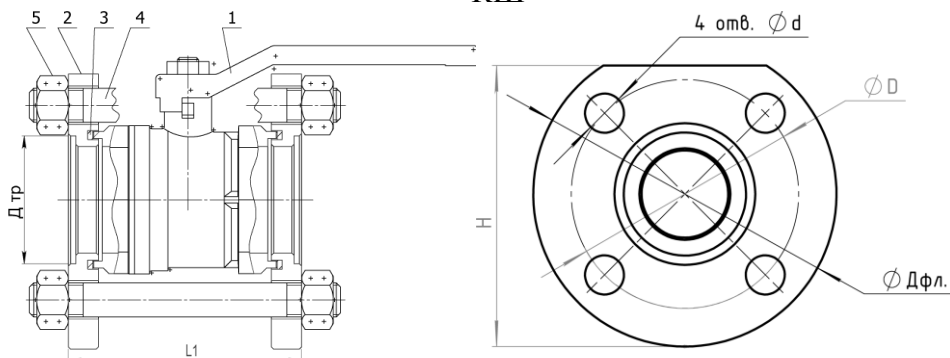
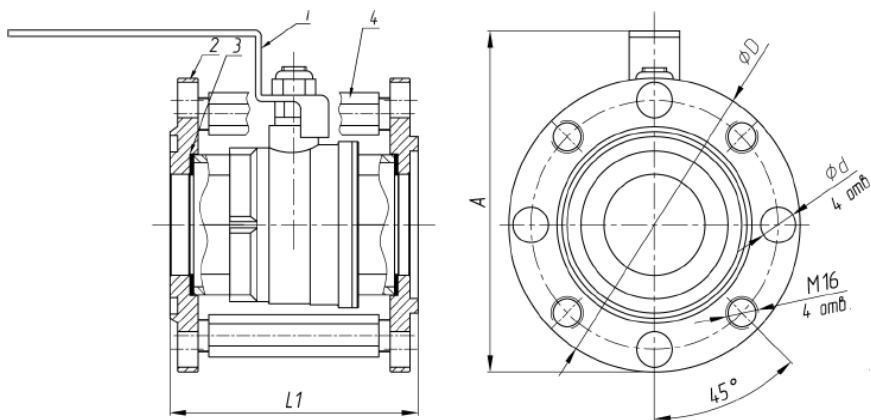

Рис.1
Рис.2
- 1.1. Кран шаровой фланцевый (в дальнейшем – КШ рис.1, КШН рис.2) предназначен для оборудования трубопроводов технологической системы АЗС.
Конструкция крана представлена на Рис. 1и2. Кран состоит из следующих основных частей: